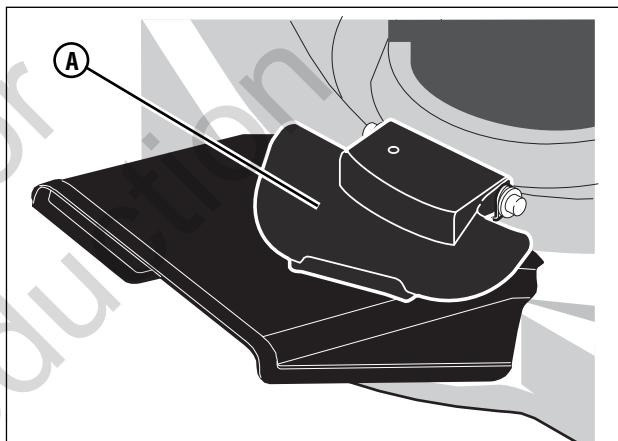

Figura 10: Liberación de la cubierta del triturador
4. Baje la cubierta del triturador (**A**, **Figura 10**).